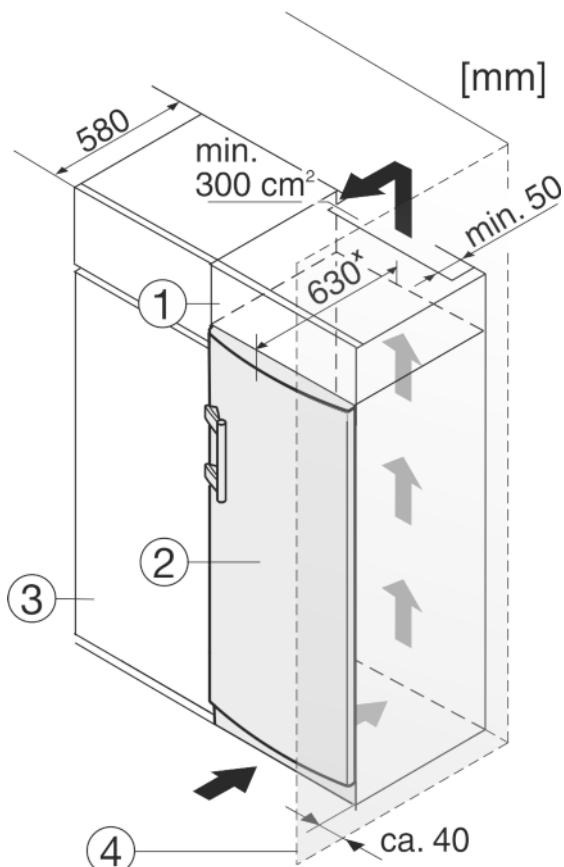

Fig. 12
- (1) Szafka nakładana (3) Szafka kuchenna
(2) Urządzenie (4) Ściana
Urządzenie może zostać obudowane szafkami kuchennymi. Aby dopasować urządzenie Fig. 12 (2) do wysokości ciągu szafek kuchennych, można nad urządzeniem umieścić szafkę nasadzaną Fig. 12 (1).
W przypadku obudowania szafkami kuchennymi (głębokość maks. 580 mm) urządzenie można ustawić bezpośrednio obok szafki kuchennej Fig. 12 (3). Urządzenie wystaje z boku o 34 mm * i na środku urządzenia o 50 mm * w stosunku do frontu szafek kuchennych.
Jeżeli urządzenie będzie ustawiane z zawiasami do ściany Fig. 12 (4), to pomiędzy urządzeniem i ścianą należy zachować minimalny odstęp, wynoszący 40 mm. Na taką odległość wystaje klamka przy otwartych drzwiach.